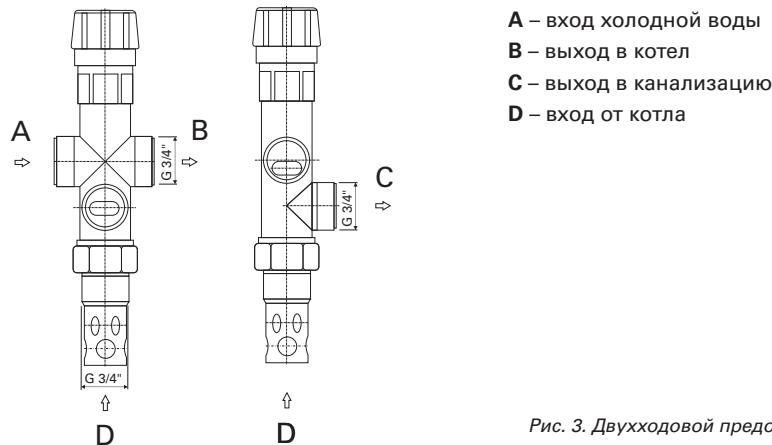
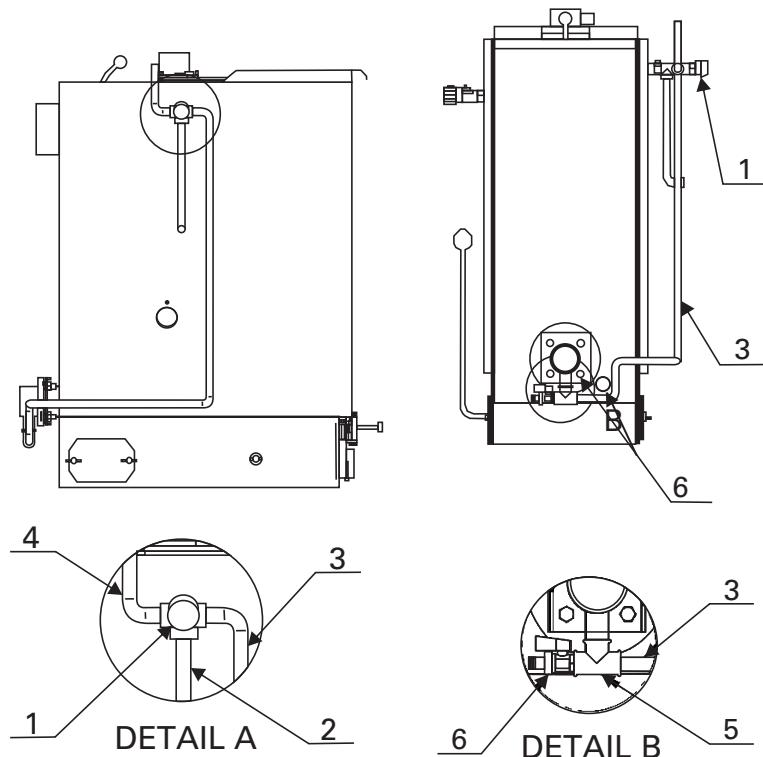

Рис. 3. Двухходовой предохранительный клапан DBV 1
Рис. 4. Присоединение DBV 1 к котлу PRIMTEK D
Установку может производить только профессионально подготовленный специалист. Для надлежащего функционирования терmostатического двухходового предохранительного клапана при его монтаже необходимо соблюдать установленные требования, а также учесть обозначение направления протока, обозначенного на корпусе клапана. Предохранительный клапан всегда устанавливается непосредственно на котел: либо в левой верхней части котла, либо на выходном трубопроводе котла. При установке клапана необходимо проконтролировать, чтобы при монтаже на штуцер $3/4"$ было обеспечено полное погружение терmostатического элемента клапана. После установки клапана на штуцер «С» (рис. 3) присоединяется отводящий трубопровод, по которому горячая вода будет сливаться из котла в канализацию. В месте «А» (рис. 3 и 4) подсоединяется вход охлаждающей воды, которая, после включения клапана в работу, обеспечит охлаждение котла. На входе охлаждающей воды должен быть установлен фильтр для задержания механических загрязнений. К штуцеру «В» (рис. 3) присоединяется трубопровод, который подключается обратно к системе отопления (рис. 4).
Клапан должен быть установлен в соответствии с рис. 4, т.е. выход «С» (выход в канализацию) должен быть направлен вниз.
3. Установить сливной кран (поз. 18 на рис. 2) на ввод отопительной воды таким образом, чтобы штуцер был направлен к полу. В случае если к котлу монтируется двухходовой предохранительный клапан DBV 1, то на штуцер необходимо установить тройник (см. рис. 4), на который навинчивается сливной кран и подвод воды от предохранительного клапана.